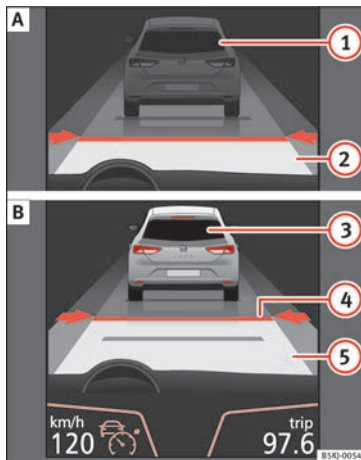
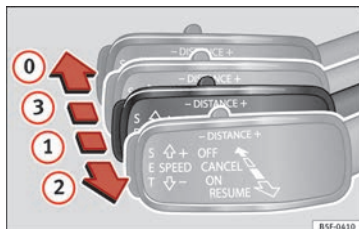

Fig. 191 Sur l'écran du combiné d'instruments : (A) ACC inactif (Standby). (B) ACC actif.
Fig. 193 À gauche de la colonne de direction : troisième levier pour utiliser le régulateur de vitesse adaptatif.
Indication d'état sur l'écran » fig. 191 :
s'allume sur le combiné d'instruments (🟢) ; la vitesse programmée et l'état de l'ACC s'affichent à l'écran » **fig. 191**.
position **2** » **fig. 193** ou appuyez sur la touche **SET**.
Si besoin, la vitesse programmée peut être modifiée lorsque le véhicule est à l'arrêt ou lors de la conduite. Toute modification de la vitesse programmée est indiquée dans la partie inférieure gauche de l'écran du tableau de bord » **fig. 191**.
- Pour activer l'ACC, appuyez sur la touche **SET** ou placez le troisième levier de l'ACC en position **2** » **fig. 193**. L'image de l'ACC sur l'écran du tableau de bord passe alors du mode *Inactif* (Standby) au mode *Actif* » **fig. 191**.
Pour désactiver l'ACC, placez le levier en position **0** » **fig. 193** (le faire emboîter). Le texte **ACC désactivé** s'affiche alors et la fonction est entièrement désactivée.
Si vous ne souhaitez pas désactiver l'ACC, mais passer temporairement en mode inactif (Standby), placez le troisième levier en position **3** » **fig. 193** ou appuyez sur la pédale de frein.